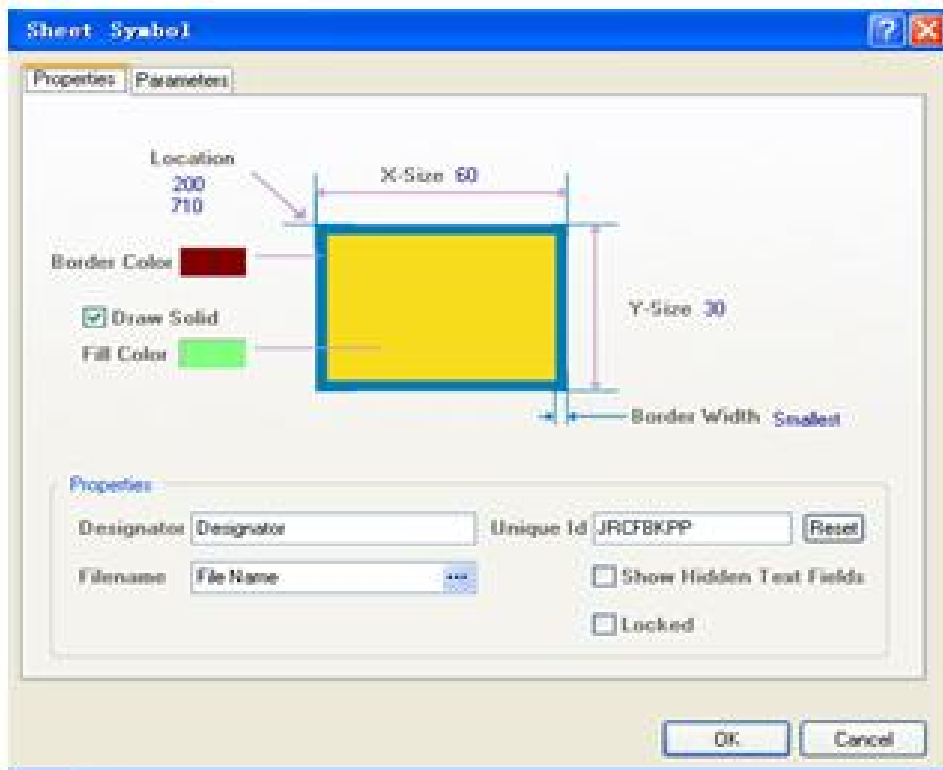
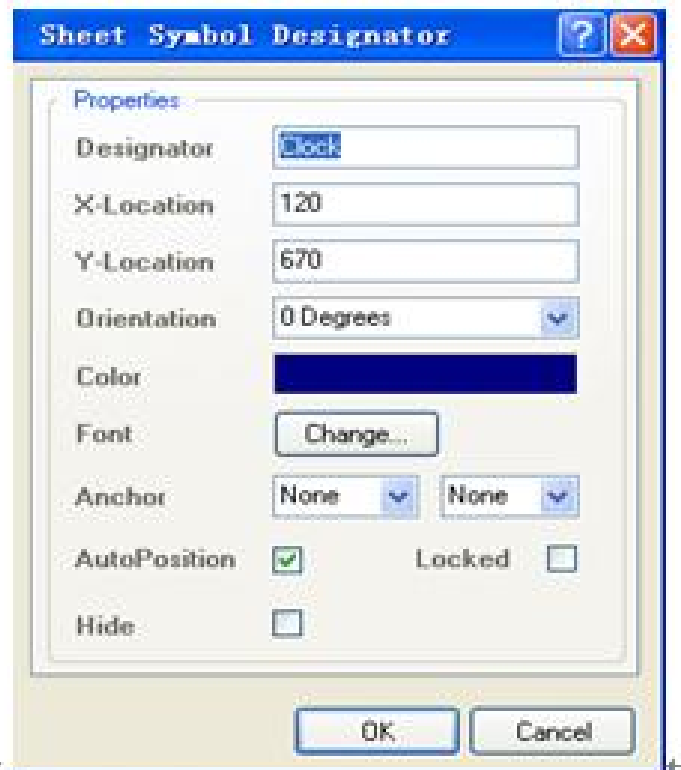
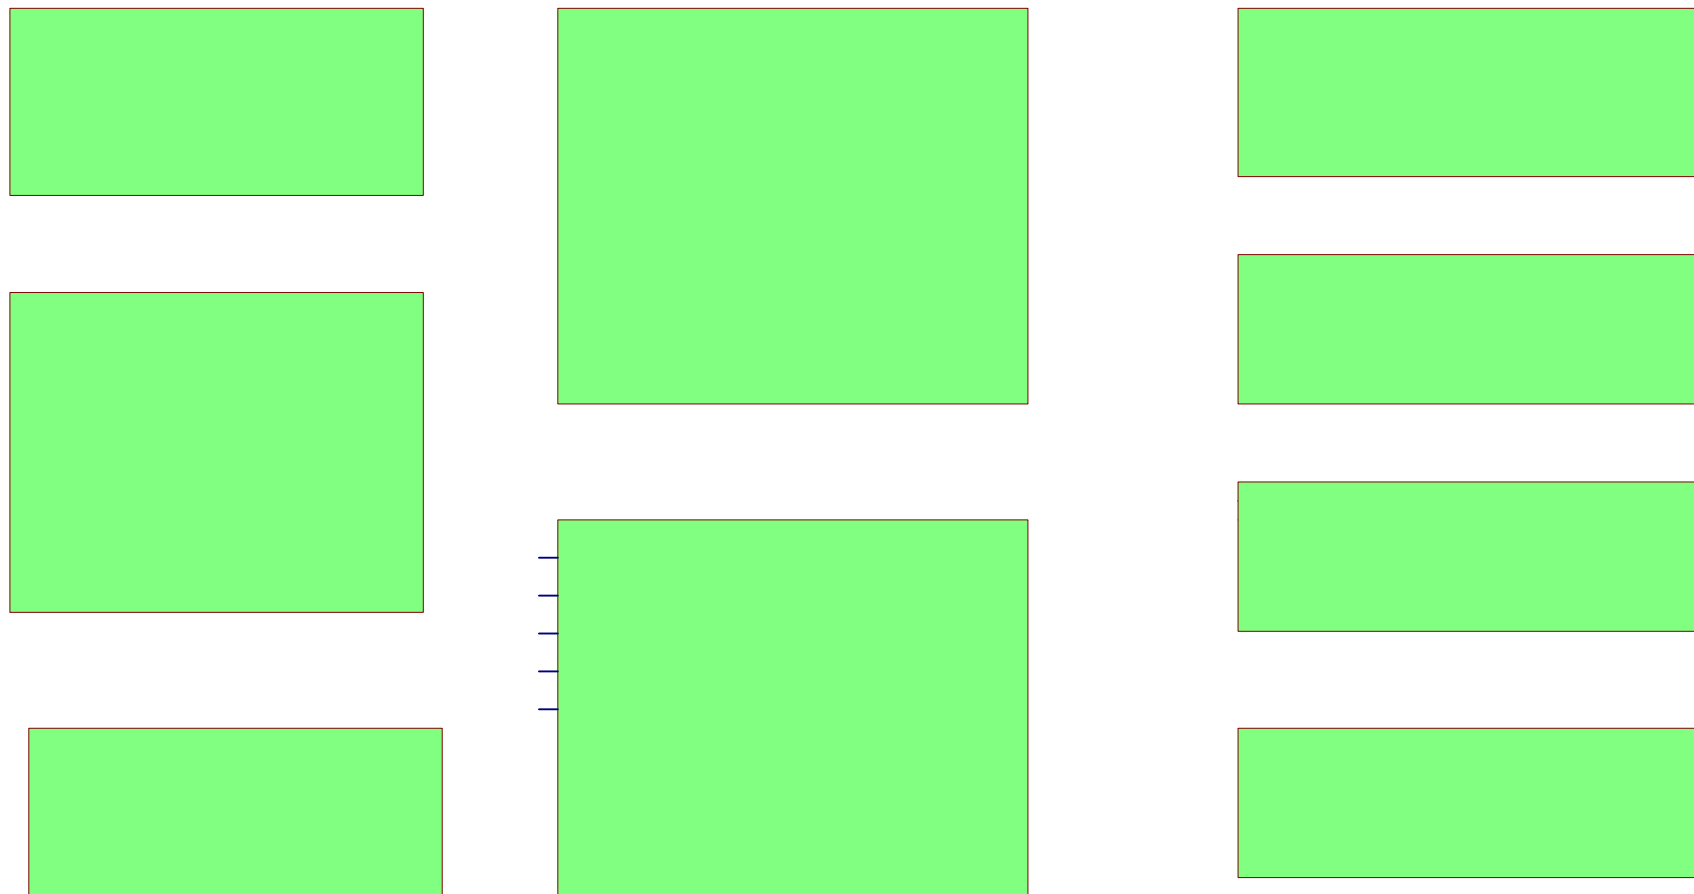

图 3-110 Sheet Symbol 原理图符号对话框
图 3-111 符号指示符对话框
图3-112 完成属性和文字标注设置层次原理图顶层电路图
1) 在游戏机电路. **SchDoc**工作区, 在单击**wiring**连线工具栏中的 放置原理图符号按钮, 此时光标将变为十字形状, 并带有一个原理图符号标志, 单击完成原理图符号的放置。双击需要设置属性的原理图符号, 系统将弹出如图3-110所示的**Sheet Symbol**原理图符号对话框, 在该对话框中进行属性设置。双击原理图符号中的文字标注, 系统将弹出如图3-111所示的**Sheet Symbol Designator**原理图符号指示符对话框, 进行文字标注。重复上述操作, 完成9个原理图符号的绘制。完成属性和文字标注设置的层次原理图顶层电路图如图3-112所示。
6. 按照本任务的学习内容，试将图3-112所示电路原理图绘制成层次原理图。